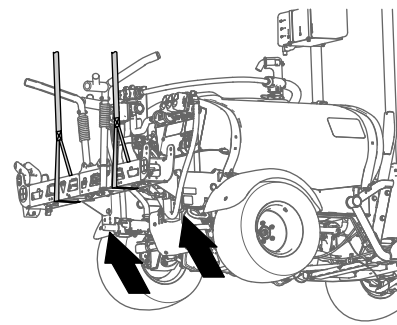

Figura 43
- Sujete la sección de fumigación central con un equipo de izado de la capacidad especificada (Figura 43).